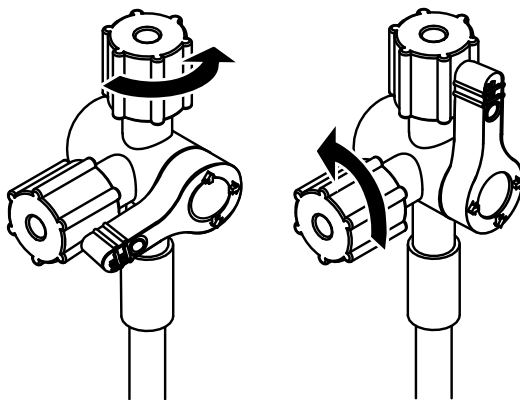

Рисунок 2. 3-ходовий клапан у відкритому положенні
3. Підготуйте інтрод'юсер до промивання та переконайтеся, що 3-ходовий клапан відкритий. Це можна зробити двома способами. Див. рис. 2.